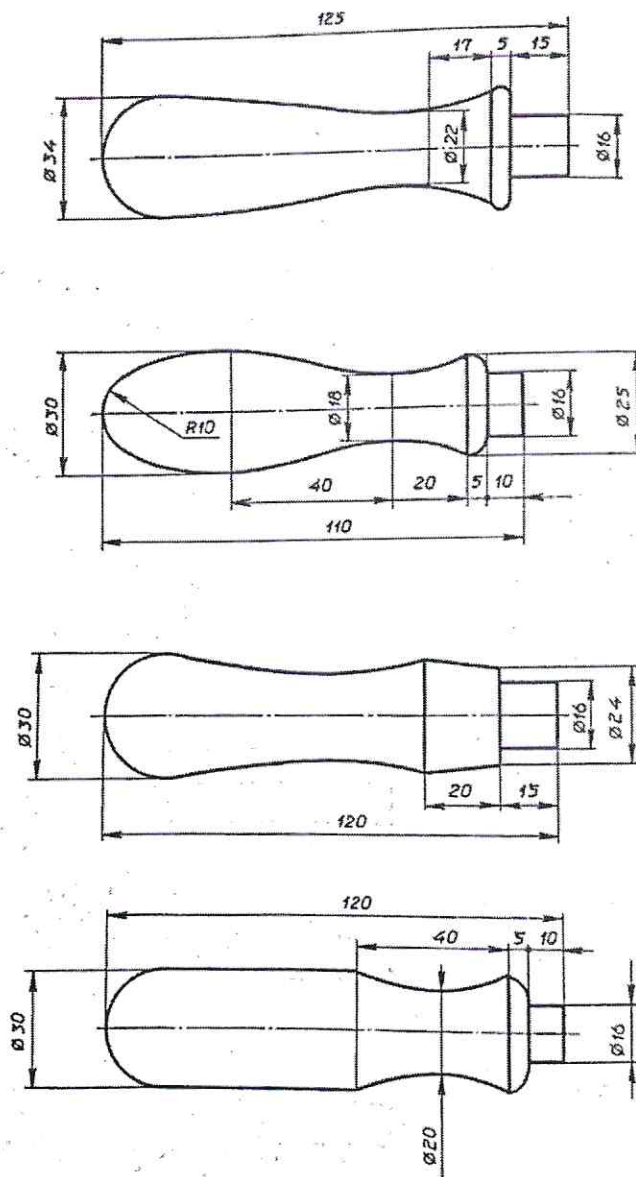

Рис. 1. Варианты исполнения ручки для инструмента
1. По указанным данным, в М 1:1 разработайте чертёж ручки для инструмента (Рис.1). Чертёж оформляйте на формате А4, с указанием рамки и основной надписи.
2. Форму ручки выберете из представленных ниже (Рис. 1).